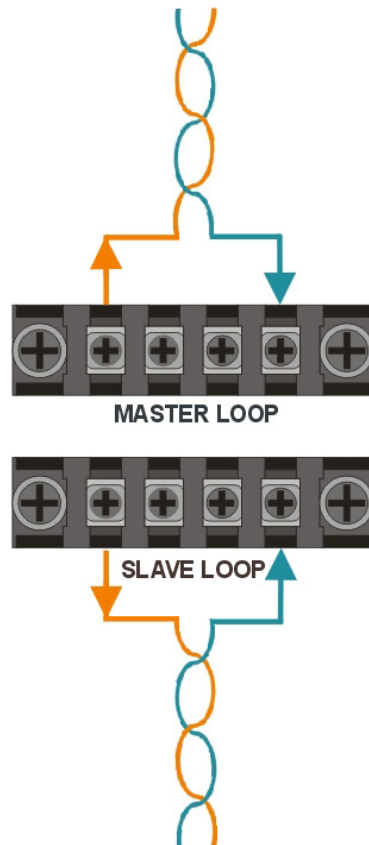

Abb.2 Anschluss der Ringschleife
- Den Kabelabschnitt zwischen Verstärker und Ringschleife (Zuleitung zur Ringschleife) verdrillen, um Störeinstrahlungen zu mindern (siehe Abb.2).
- Schließen Sie die Kabelenden der Schleife an die jeweils äußersten Klemmen (13) auf der Rückseite des Verstärkers an. Vertauschen Sie auf keinen Fall die Enden der Master- und Slave-Kabel untereinander.